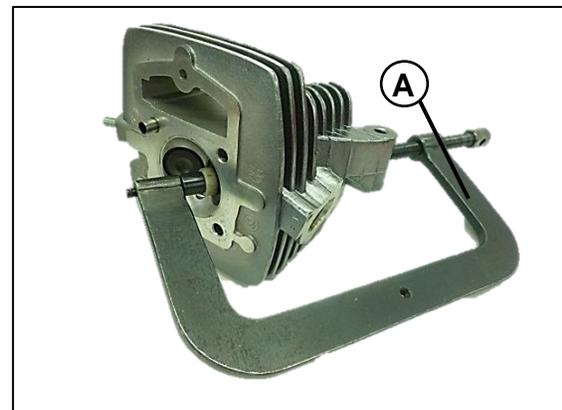

Fig. 19
Desmonte las válvulas utilizando la herramienta especializada (prensa en C) (A). Desmontamos las válvulas **Fig. 19**